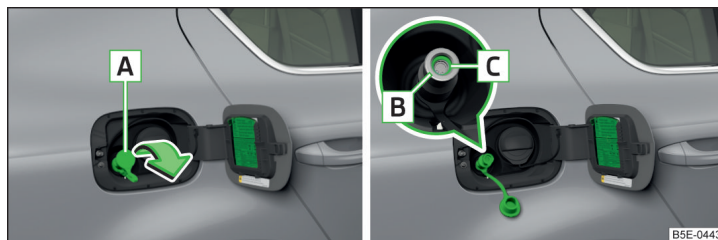

Fig. 175 Tubos de alimentación de gas
- Quitar la tapa **A** » fig. 175 en el sentido de la flecha del tubo de alimentación de gas **B**.
- Comprobar si el anillo obturador **C** » fig. 175 permanece encajado en el tubo de alimentación de gas.